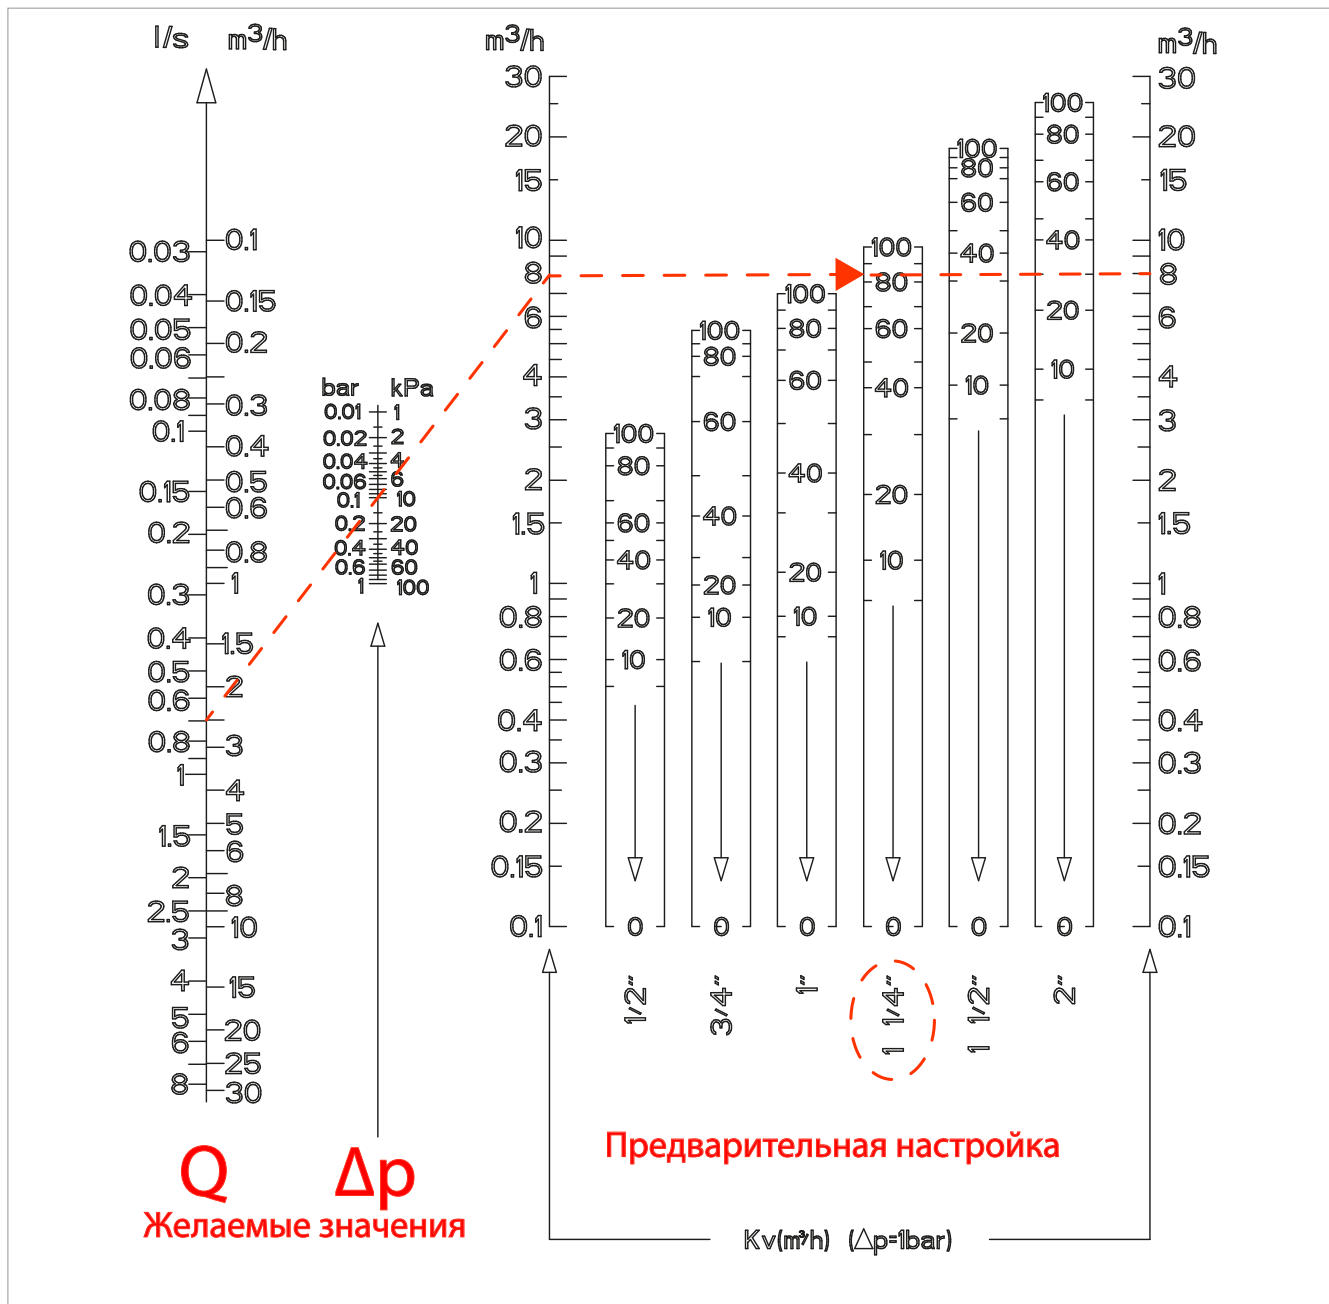

Рис. 3
- При помощи диаграммы на рис. 3 определите значение настройки, которую следует произвести для получения необходимого расхода Q в зависимости от дифференциального давления Δp в зависимости от размера клапана.